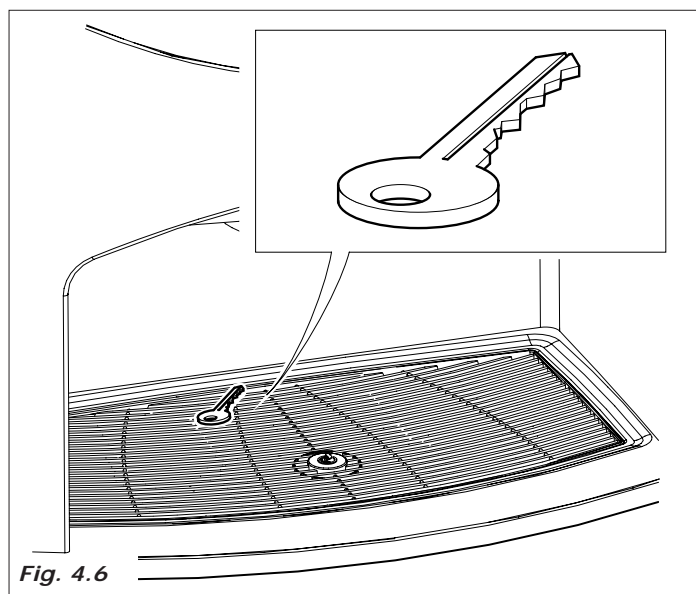

Fig. 4.6
– tirar a chave da zona distribuição (Fig.4.6)